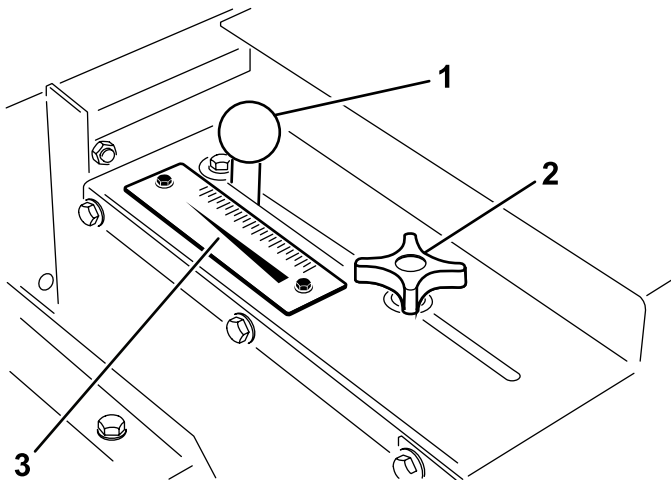

Bild 20
1. Lösen Sie das Arretierhandrad (Bild 20) so weit, dass Sie es ungehindert im Schlitz bewegen können.
2. Stellen Sie das Klappenhandrad (Bild 20) auf die gewünschte Einstellung und ziehen das Arretierhandrad an, um die Einstellung zu arretieren.
Ermitteln Sie mit der Dosierskala (Bild 20) die gewünschte Durchflussmenge. Siehe Sanddosierung \(Seite 19\).